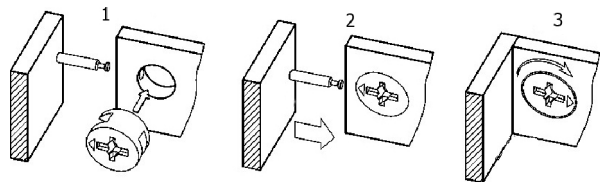
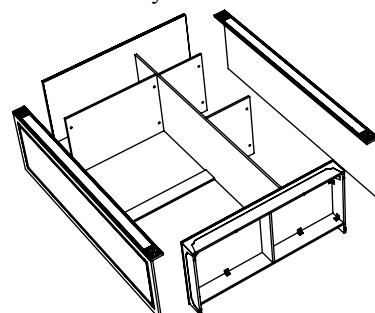

Рис. 4 - Соединение эксцентриковой стяжкой.
Рис. 6 - Схема сборки каркаса.
2.1 Сначала соберите среднюю часть каркаса - перегородка (5), щиты горизонтальные (6,7), брусок жесткости (9) - при помощи шкантов и эксцентриковых стяжек, завернув эксцентрики (Рис.4, Рис.6).